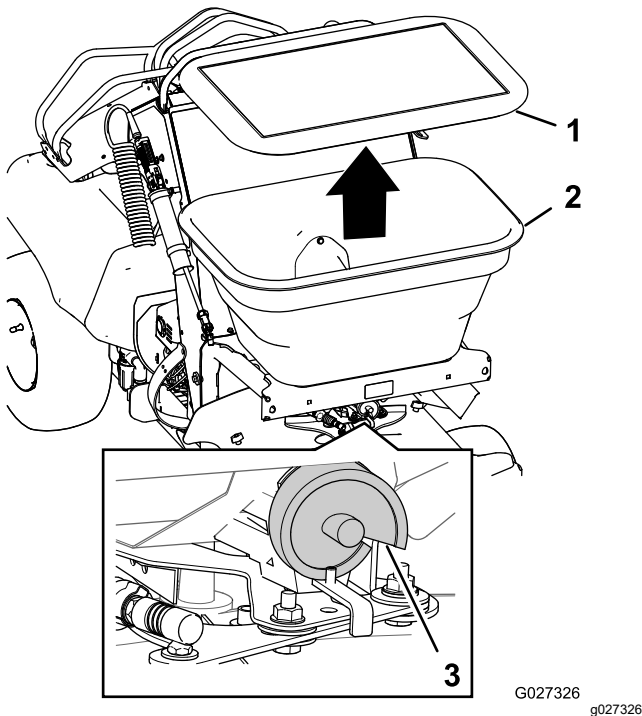

Figure 28
4. Consultez les Tableaux d'épandage \(page 34\) pour déterminer le réglage de la came de dosage (Figure 28).
5. Enlevez le couvercle de la trémie, ajoutez le produit d'épandage et remettez le couvercle sur la trémie (Figure 28).